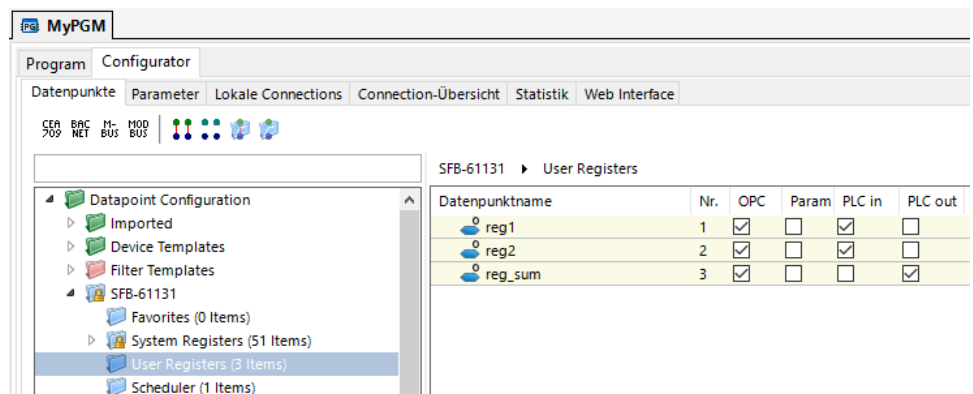

Abbildung 43: Setzen von PLC in und out auf den Datenpunkten im Configurator.
- Öffnen Sie 'MyPGM' und gehen Sie zur Registerkarte **Configurator**. Dadurch wird der Konfigurator für dieses IEC 61131-Programm geöffnet. Erstellen Sie nach Bedarf Datenpunkte, z. B. reg1, reg2, reg_sum. Setzen Sie die Haken für **PLC in** auf reg1 und reg2 und **PLC out** auf reg_sum, wie in Abbildung 43 dargestellt. Klicken Sie in der Symbolleiste auf **Speichern**.